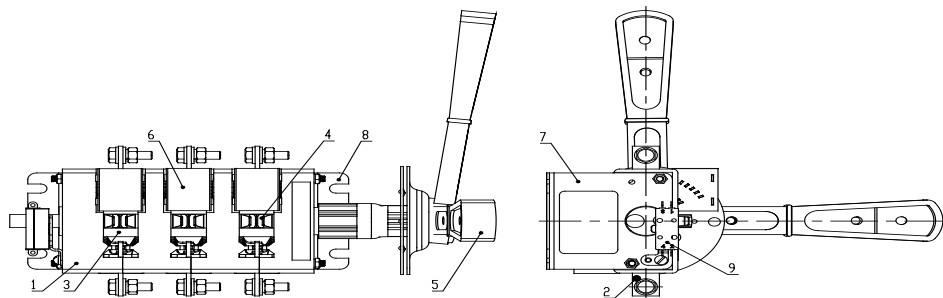

Рисунок 1
3.1 Конструкция аппарата (см. рисунок 1) – сборный корпус 1 из четырех корпусов (левый, два средних и правый). В корпусе закреплены неподвижные контакты (выводы) 2 и размещен пластмассовый вал 3 с подвижными контактами 4. Вал соединяется с одним из видов приводов. С помощью рукоятки 5 поворотом на 90° (для исполнения с передней смещенной рукояткой – 150°) производятся операции «включение-отключение» (ВО). Все положения имеют фиксацию. Для исполнений аппаратов с дугогасительными камерами в корпусе устанавлива-